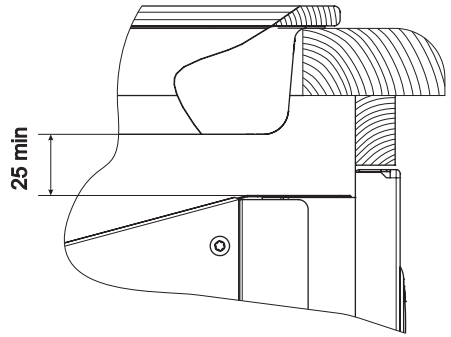

рис. 3
- При совместной установке варочной панели и духового шкафа необходимо учитывать выступание корпуса варочной панели из нижней части столешницы и верхней части корпуса духового шкафа. Соприкасание не допускается. Рекомендуемый воздушный зазор не менее 25 мм (см. рис. 3).